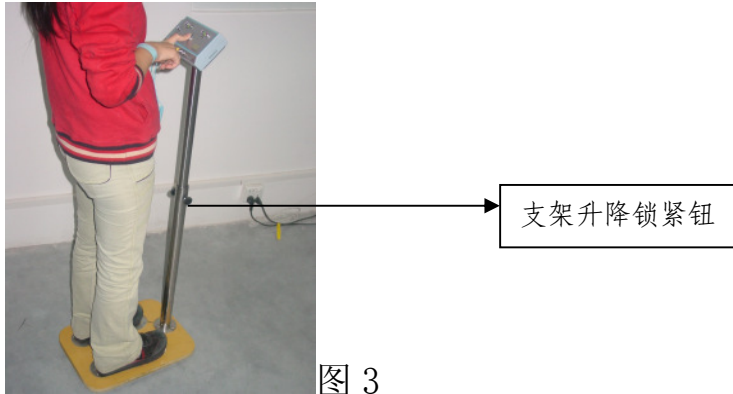

图 3
2、ESD 测试时，只要双脚分别踏在相对的金属踏板上，戴好手腕带挟入或插入手腕接线口上，手指轻轻按在金属测试按钮就一目了然地知道 ESD 装备是否合格。正确使用见图 3。